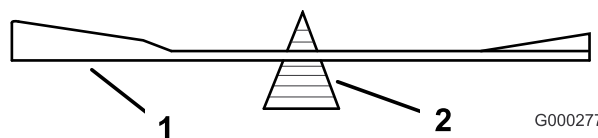
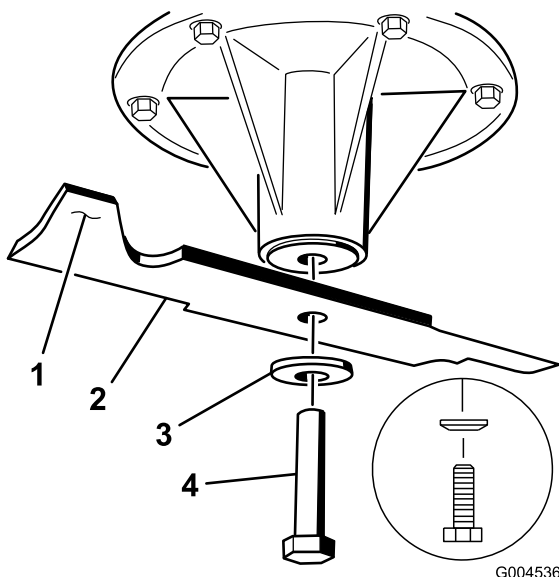

Figura 96
Figura 97
2. Verifique el equilibrio de la cuchilla colocándola sobre un equilibrador de cuchillas (Figura 96). Si la cuchilla se mantiene horizontal, está equilibrada y puede utilizarse. Si la cuchilla no está equilibrada, rebaje algo el metal en la parte de la vela solamente (Figura 97). Repita este procedimiento hasta que la cuchilla esté equilibrada.
1. Instale la cuchilla en el eje (Figura 97).
2. Instale la arandela de muelle y el perno de la cuchilla. El cono de la arandela de muelle debe estar orientado hacia la cabeza del perno (Figura 97). Apriete el perno de la cuchilla a 115–150 Nm (85–110 pies-libra).